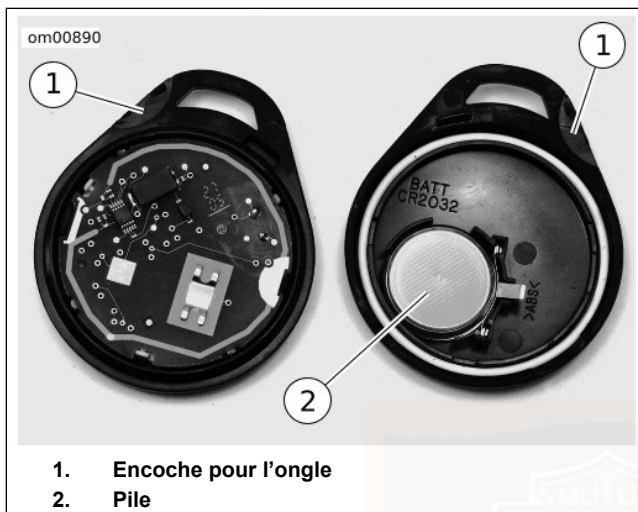

Figure 21. Pile du porte-clés à télécommande
1. Voir la Figure 21. Tourner lentement une lame mince dans l'encoche pour angle (1) sur le côté du porte-clés pour séparer les deux moitiés.
2. Retirer la pile (2) et la jeter.